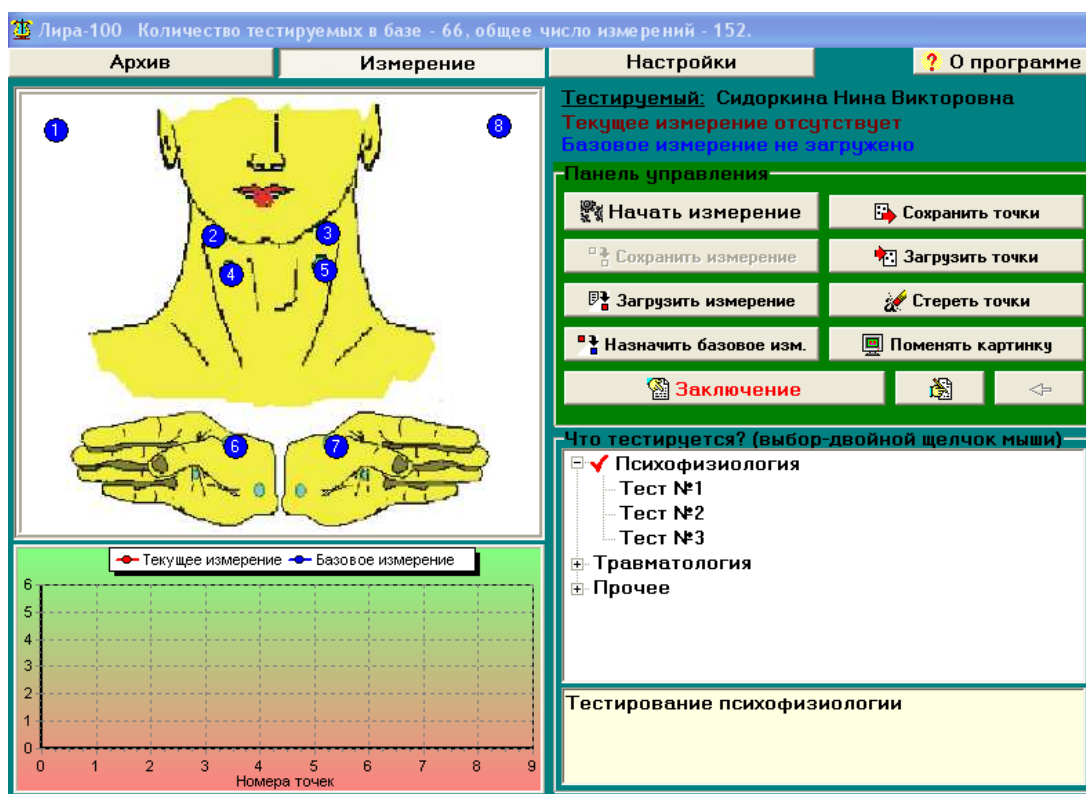

Рис. 10. Вкладка "Измерение".
7.3. При некорректном проведении измерения в заданной точке, отменить измерение можно с помощью кнопки "Сброс последней точки" (рис.10).
Вкладка "Измерение" (рис.10):